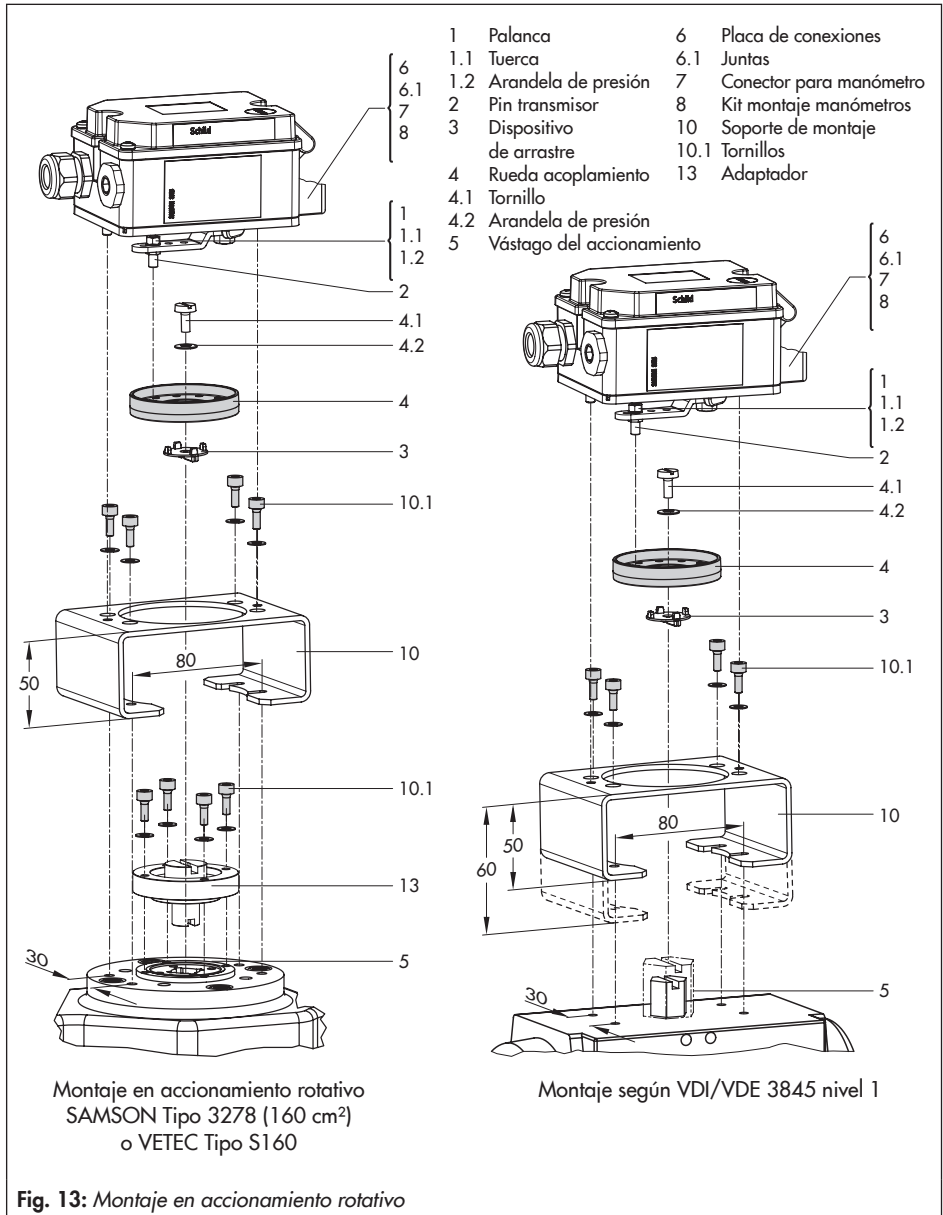

Fig. 13: Montaje en accionamiento rotativo
7. Colocar el posicionador en el soporte de montaje (10) y atornillarlo. Al hacerlo colocar la palanca (1) de forma que, teniendo en cuenta la dirección de giro del accionamiento rotativo, el pin transmisor encaje en la ranura de la rueda de acoplamiento (4) (fig. 13).
- A mitad de recorrido del accionamiento rotativo, la palanca (1) tiene que quedar paralela longitudinalmente al posicionador.
8. Pegar la escala adhesiva en la rueda de acoplamiento (4), de forma que la punta de la flecha indique la posición cerrada y que sea de fácil lectura en la posición de montaje de la válvula.